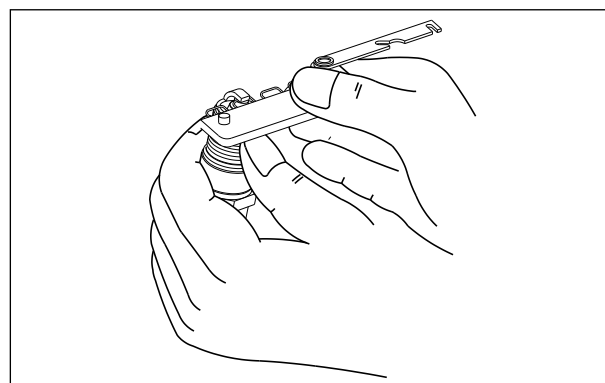

Fig. 2.19
- Ajuste a folga da vela de ignição para o limite especificado, utilizando o um calibre de lâminas. (Fig. 2.19)